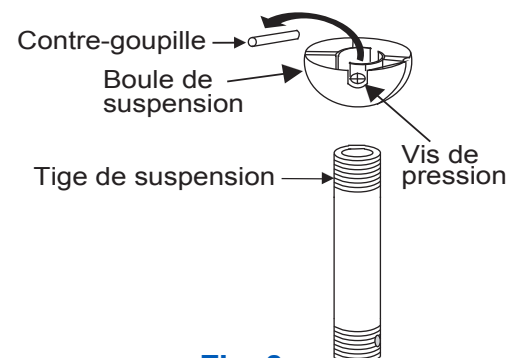

Fig. 8
**Étape 6.** Retirez la boule de suspension de la tige de suspension en desserrant la vis de pression, retirant la contre-goupille et tournant la boule pour la retirer de la tige de suspension. (Fig. 8)